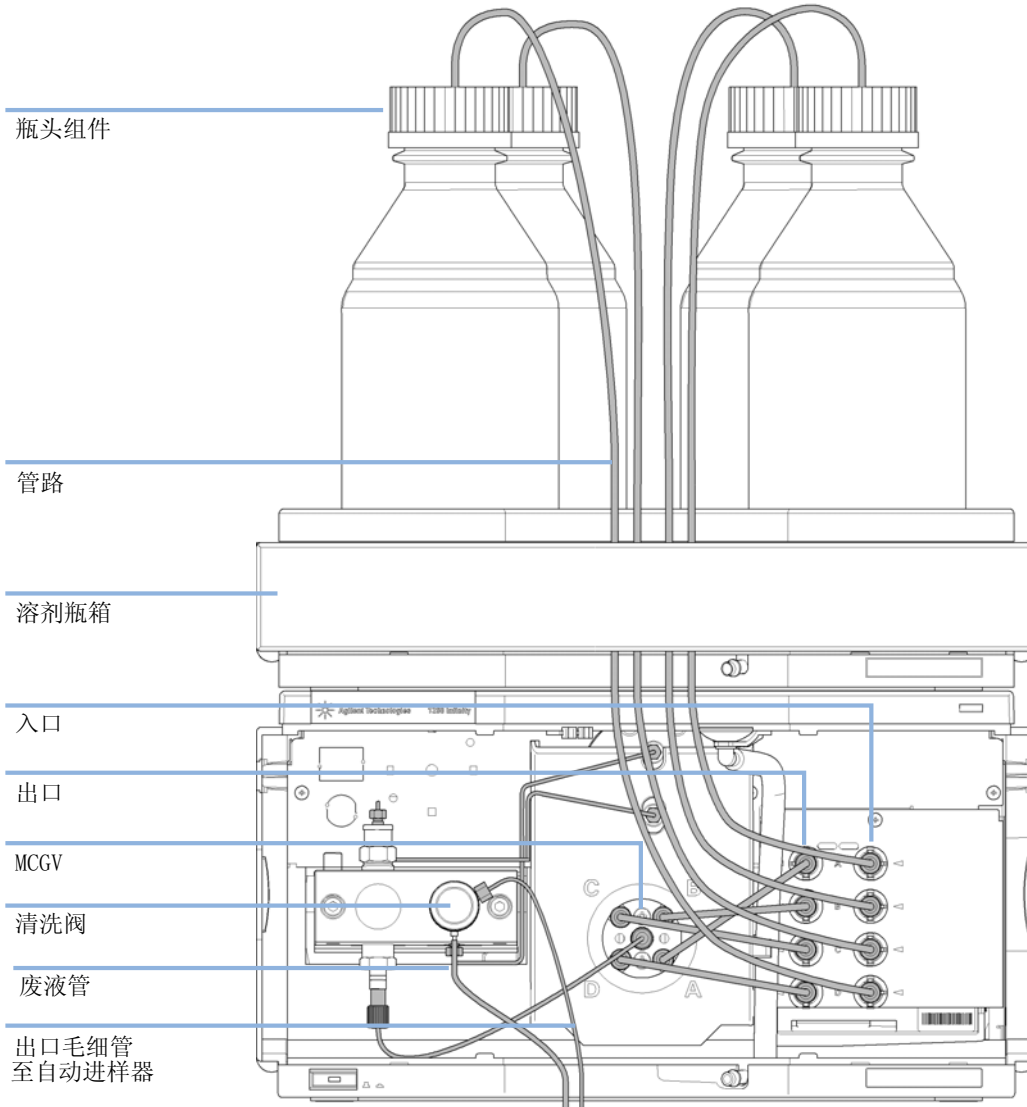

图 13 四元泵的流路连接
- 4 将从瓶头组件引出的入口管连接到真空脱气机右侧的入口接头 A 至 D，请参阅“第 53 页的图 13”。用泵上的管夹将管子固定住。